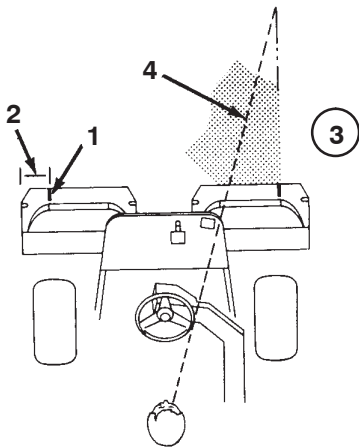

Bild 29
2. Bringen Sie einen Streifen weißes Isolierbands an jedem Korb an, oder zeichnen Sie eine Linie. Das Isolierband bzw. die Linie sollten parallel mit der äußeren Kante jedes Korbs verlaufen (Bild 29).
- Wenn Sie zurückfahren, sollte der neue Mähgang den ersten ein klein wenig überlappen. Damit Sie in einer möglichst geraden Linie über die Grünfläche fahren können und einen gleichmäßigen Abstand zum zuvor gemähten Rasenstück einhalten können, sollten Sie sich eine imaginäre Sichtlinie ungefähr 1,8 bis 3 m vor der Maschine vorstellen (Bild 29 und 30). Manche Leute finden es auch hilfreich, die äußere Kante des Lenkrads in die Sichtlinie mit einzubeziehen, d.h. sie halten das Lenkrad in einer Linie mit einem Punkt, der immer im gleichen Abstand von der Vorderseite der Maschine bleibt (Bild 29 und 30).